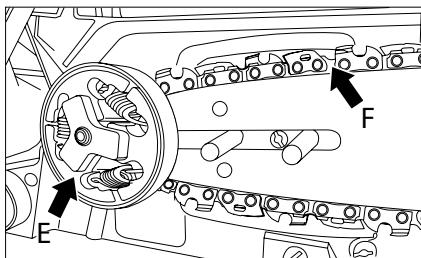

Рис. 8
6. Заведете верига зад водещо верижно колело (E). Проверете, дали звена на веригата са поставени добре между зъби на верижното колело (рис. 8).
7. Поставете звена в цепнатина на шина (F) по периферия (рис. 8).